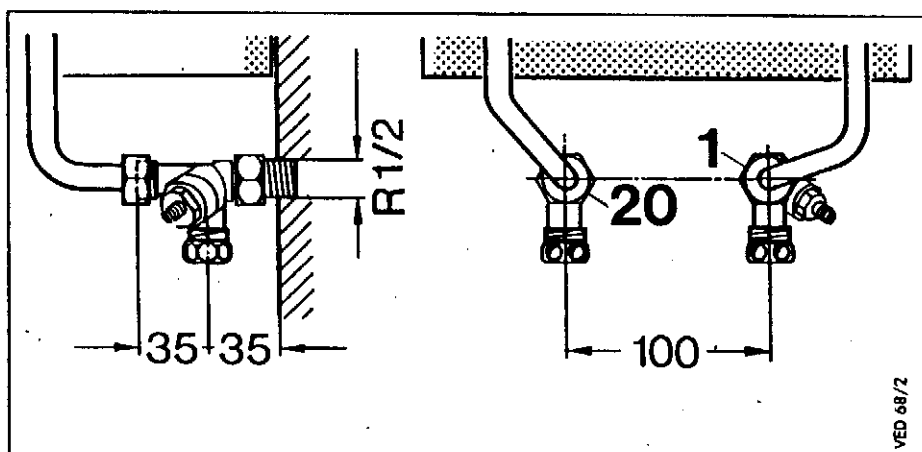
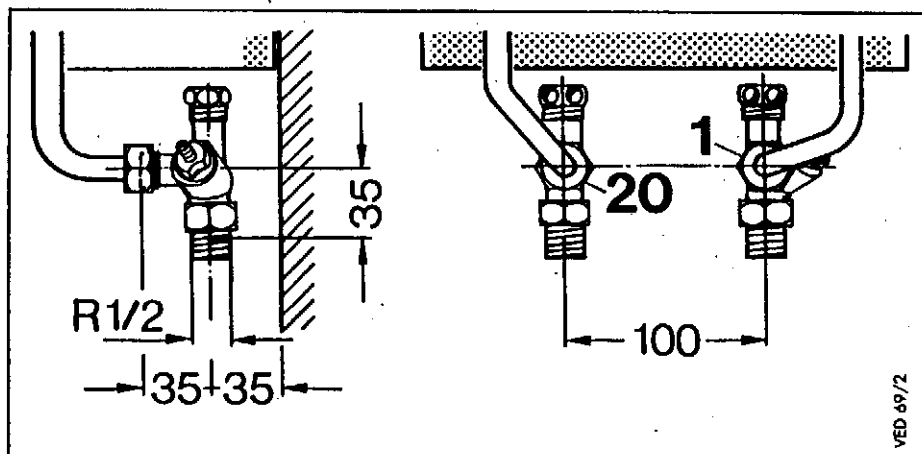

Рис. 5.3 Монтаж для скрытых трубопроводов
Рис. 5.4 Монтаж для открытых трубопроводов
(рис. 5.3 ... 5.4)
(Рис. 5.3)
(Рис. 5.4)
вторую короткую резьбу и соединить открыто проложенные трубы теплой и холодной воды, как показано на рис. 5.4, с прибором.
Пояснения к рис. 5.3 и рис. 5.4.
- для присоединения холодной воды прямо на VED.../3, как показано на рис. 5.3 и 5.5.
- для подсоединения холодной воды через смеситель, как показано на рис. 5.4 и 5.6.